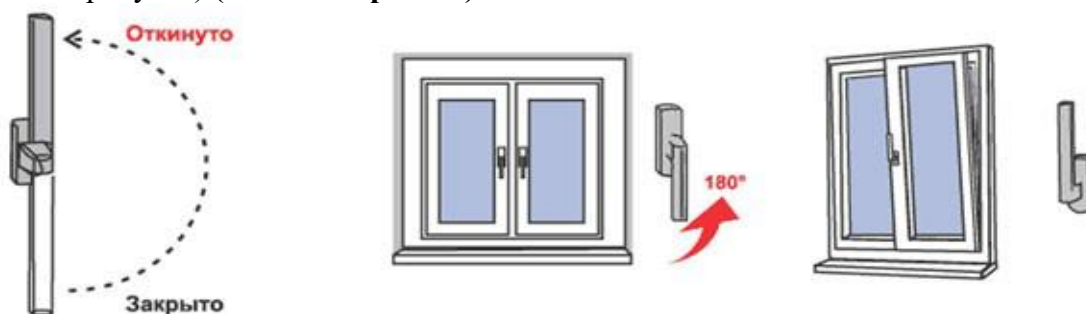

Рис. 2.
2. Для перевода створки из закрытого положение в откидное, поворот створки относительно нижней горизонтальной оси, (положение «Откинута» на Рис.2) ручку поворачивают вертикально на 180 градусов вверх, затем, потянув за ручку, поворачивают створку относительно нижней горизонтальной оси на заданный изготовителем угол (не более 10 градусов) (**откидной режим**).
3. Для запираения створки из открытого или откидного положения ее сначала закрывают и, придерживая створку рукой, поворачивают ручку вертикально вниз (положение «Закрывается» на Рис. 2).